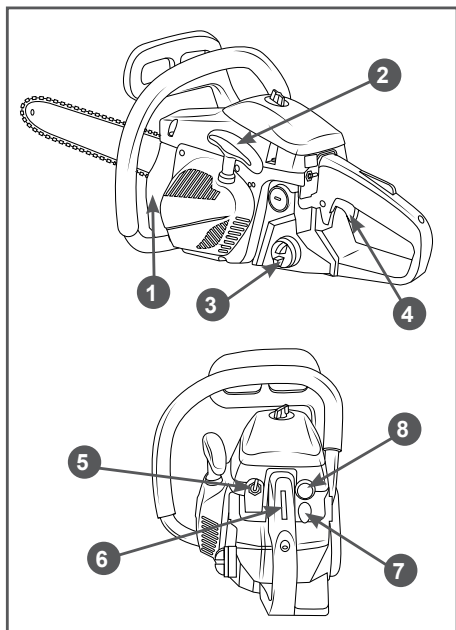

Рис. 11 Органы управления, необходимые для запуска бензопилы
5. Прокачайте топливо через карбюратор. Для этого нажимайте (примерно 5-10 раз) на ручной топливный насос 8 (Рис. 11) до появления в насосе топлива и возникновения сопротивления при нажатии.
6. Установите выключатель зажигания 5 (Рис. 11) в положение «I».
7. Закройте воздушную заслонку карбюратора. Для этого вытяните рычаг 7 (Рис. 11) управления воздушной заслонкой.
9. Выберите свободный ход шнура стартера. Для этого потяните за ручку стартера 2 (Рис. 11) до тех пор, пока не почувствуете сопротивление, затем сильно, но плавно потяните за ручку. Повторите эти действия 3-5 раз до первой вспышки топлива в двигателе. Двигатель не запускается, а сразу глохнет. Плавно, не бросая, верните ручку стартера на место.
10. После первой вспышки откройте воздушную заслонку, для этого нажмите на рычаг 7 (Рис. 11) управления воздушной заслонкой и верните его в исходное положение.
потяните за ручку стартера 1-2 раза. Двигатель должен запуститься. Плавно, не бросая, верните ручку стартера на место. Правой рукой возьмите бензопилу за заднюю рукоятку, так, чтобы рычаг блокировки рычага газа 6 (Рис. 11) был зажат.
- 13.правой рукой быстро нажмите рычаг газа 4 и отпустите (Рис. 11), при этом двигатель перейдет в режим холостого хода.